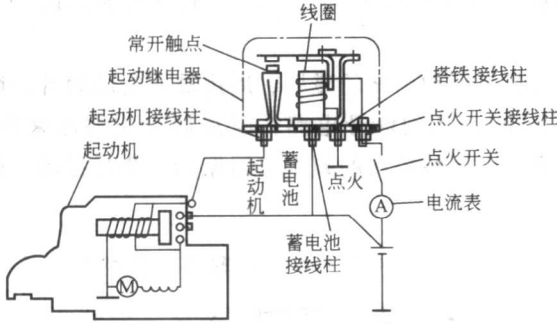

图 1-10 电磁啮合式起动机的控制电路
① 起动继电器。在采用电磁啮合式起动机的起动电路中,起动开关常与点火开关制成一体,由于通过起动机电磁开关(吸引线圈和保持线圈)的电流很大(大功率起动机可达 30~40A),而使点火开关早期损坏。为此,在有些汽车上,点火开关和起动机电磁开关之间装有起动继电器,如图 1-10 所示。